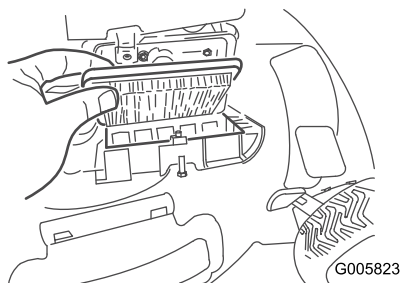

Рисунок 20
2. Замените воздушный фильтр (Рисунок 20).